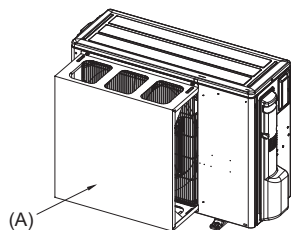
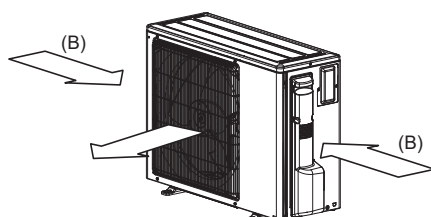

Abb. 2-5
Abb. 2-6
- (2) Bringen Sie eine optionale Windschutzführung an, falls das Gerät an einem Ort installiert ist, an dem starker Wind wie etwa von einem Orkan usw. direkt in den Luftauslass eindringen kann. (Abb. 2-5)
- (A) Luftauslassschutzführung
- (3) Bringen Sie die Anlage so an, dass die Abluft aus der Luftaustrittsöffnung im rechten Winkel zu derjenigen Richtung geführt wird, aus der saisonal bedingt starker Wind bläst. (Abb. 2-6)
- (B) Windrichtung